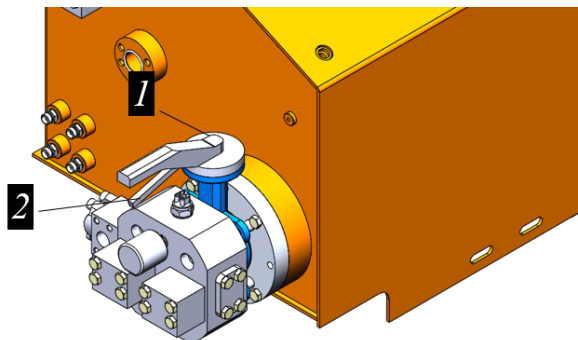

Рисунок 5.86. Процедура перекрытия запорного крана
- ▶ Перекрыть дисковый затвор (кран) 1 на линии всасывания, см. рис. 5.86.
Дисковый затвор размещен между распределительной плитой и фланцем. Для перекрытия необходимо нажать и, удерживая фиксатор 2, повернуть рукоятку 1, рис. 5.86. Открывать кран аналогичным способом.
- ▶ Открыть дисковый затвор на линии всасывания см. рис. 5.86.